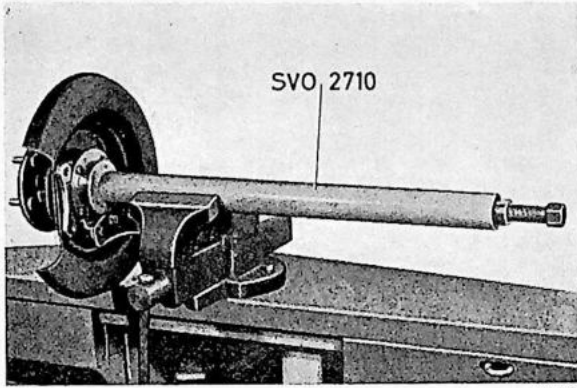

Fig. 4-82. Demontage van het lager van de aandrijfas
7. Zet de trekker SVO 2710 in de bankschroef. Steek er de aandrijfas in en monteer de bevestigingsbouten voor de remankerplaat en de remschoenhouders. Trek met de trekker het lager vrij, zie Fig. 4-82. Verwijder dan de ankerplaat en de remschoenhouders.